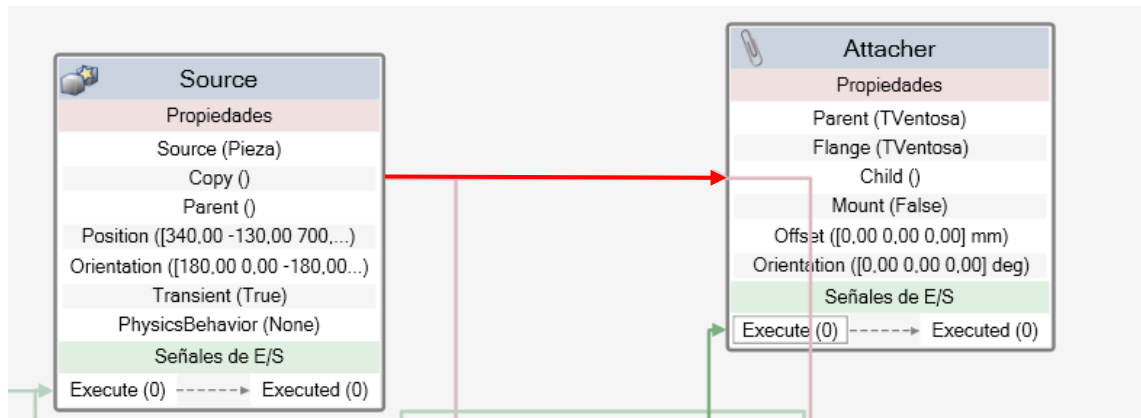

Figura 9. Configuración del attacher y dettacher.
- ❑ La lógica para coger y soltar piezas será similar a la de la práctica anterior solo que, en este caso, la pieza que se debe coger y soltar no es el objeto original sino las copias que se van creando, lo que se puede definir directamente en la lógica tal y como aparece en la Figura 9.